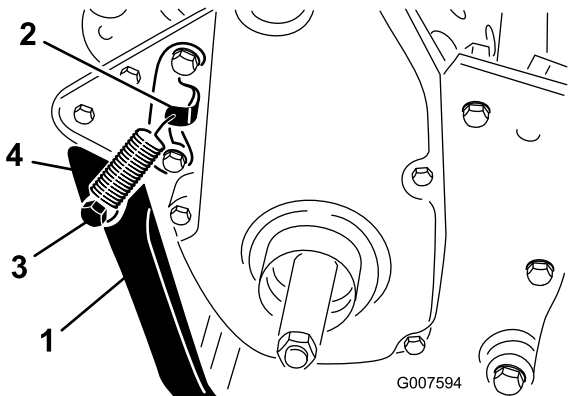

Figure 6
2. Accrochez le ressort au trou de la patte d'accrochage du ressort et au goujon, et alignez les trous de montage de la béquille sur ceux du cadre arrière (Figure 6).
3. Montez la béquille de chaque côté du cadre à l'aide d'un boulon, d'une rondelle-frein, d'une entretoise, d'une rondelle plate et d'un contre-écrou (Figure 6).